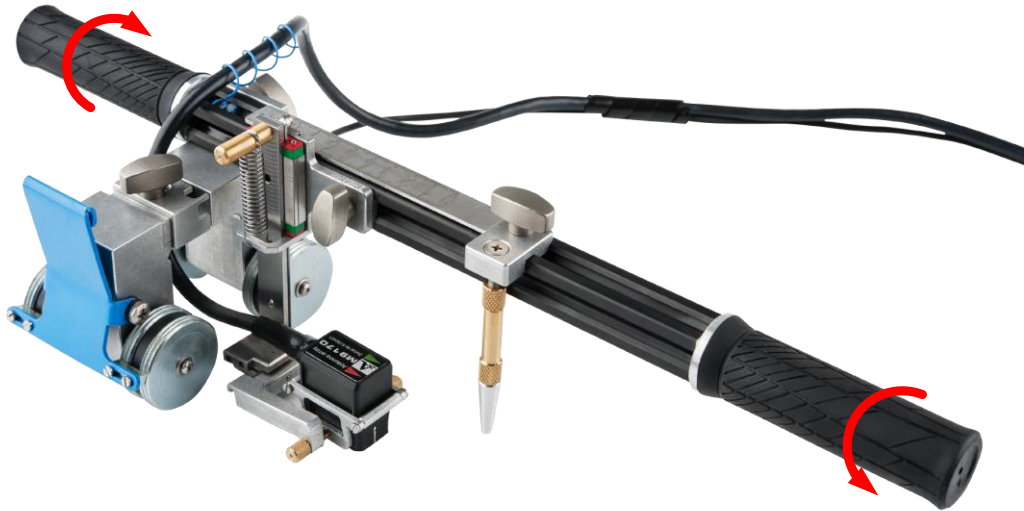

Рисунок 20 – Снятие ручек с каретки
- снять ручки каретки, вращая их в противоположных направлениях (рисунок 20);